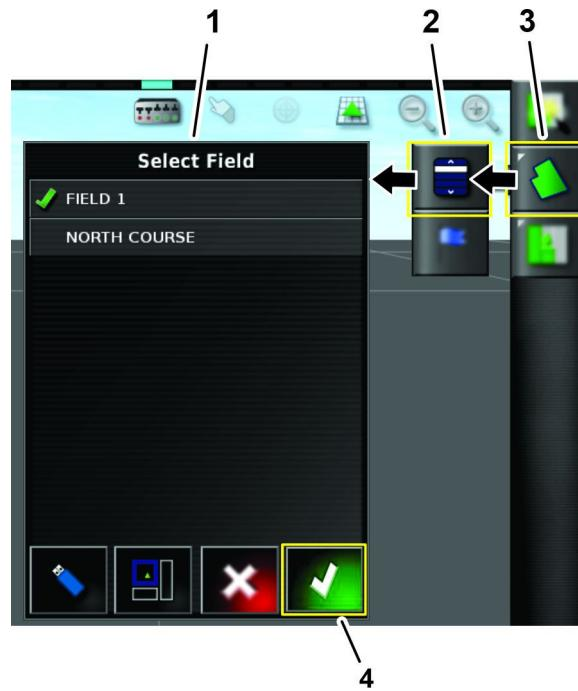

图 160
- 按场地菜单图标在选择场地列表中按 1 个场地的图标然后按“确认”图标图 160。
- 在选择场地列表中按 1 个场地的图标图 160 请参阅 创建新场地 \(页码 20\)。